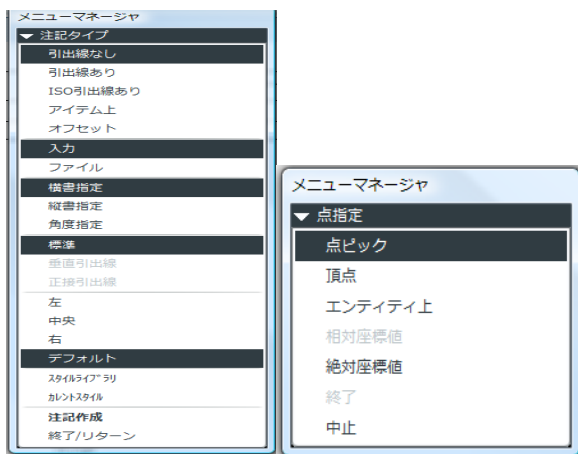

図 10-57 注記の作成 図 10-58 場所指定
2) 部品の名前を入力する場所。シート右下のラベルの横長い枠(矢印の指示箇所)をクリックする(図 10-57)。